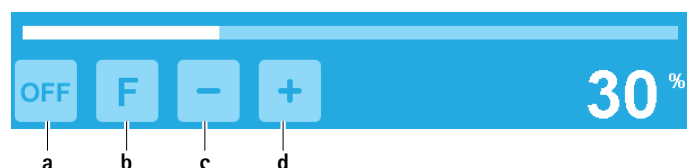

Fig. 7 Activation de la pompe d'irrigation/fonction "Flush"
- Activation de la pompe d'irrigation: actionner le bouton de mise en marche de la pompe d'irrigation **a**, voir Fig. 7.
- Désactivation de la pompe d'irrigation: appuyer sur le bouton d'arrêt de la pompe d'irrigation **a**, voir Fig. 7.